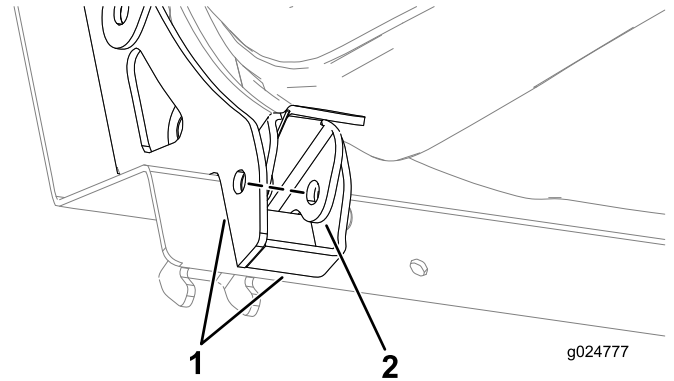

図 57
5. ラッチについている穴を、座席ガセットの穴に合わせる 図 57。